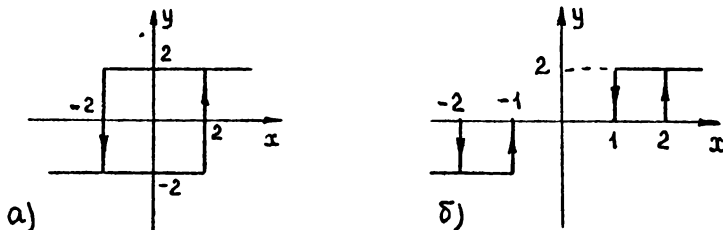

Рис.34
19*. Проанализируйте теоретически преобразование спектра неоднозначной нелинейностью типа двухпозиционного реле с гистерезисом (рис.34, а).
21. Экспериментально исследуйте зависимость амплитуды C_n и фазы φ_n первых пяти гармонических составляющих на выходе неоднозначных нелинейностей (рис.34) от амплитуды входной синусоиды. Результаты измерений оформите в виде графиков